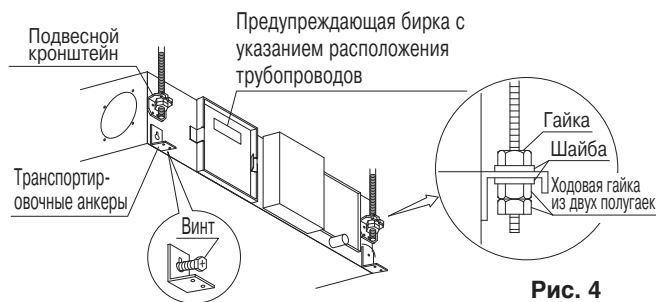

Рис. 4
**(1) Временно установите блок.**
- Прикрепите подвесной кронштейн к подвесному болту. Обязательно прочно закрепите его с помощью гаек (M10, M12) и шайб (M10 с наружным диаметром от 30 до 34 мм, M12 с наружным диаметром от 36 до 38 мм) (приобретаются на месте) с верхней и нижней стороны подвесного кронштейна. **(См. рис. 4)**